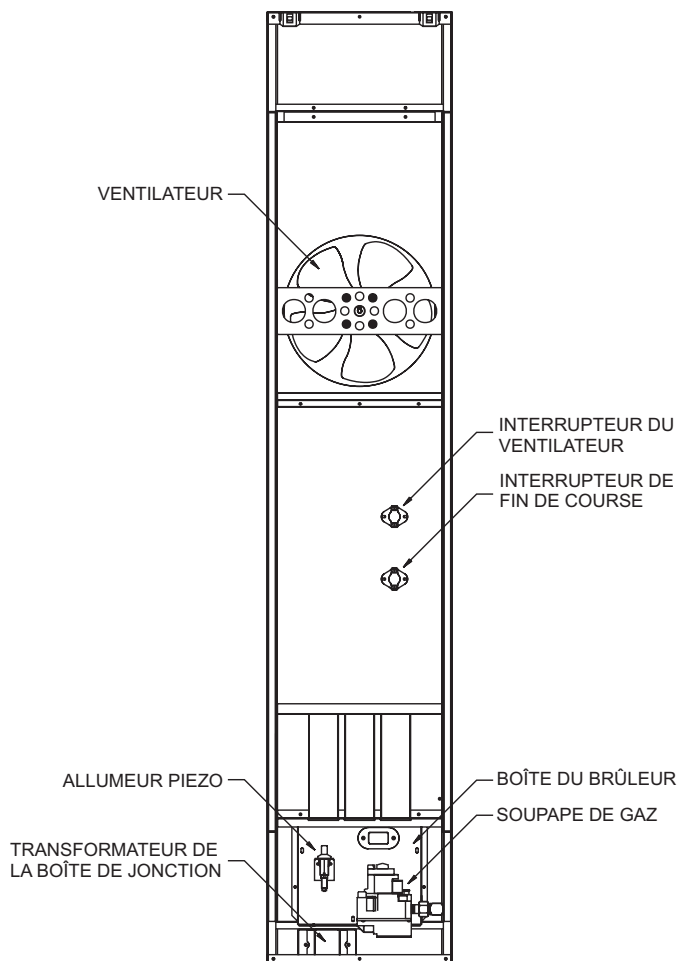

Figure 14
3. Pour vérifier le voltage dans la ligne au radiateur, enlever le panneau avant et court-circuiter deux bornes du contrôle du ventilateur pour permettre au ventilateur de fonctionner. (Figure 14)